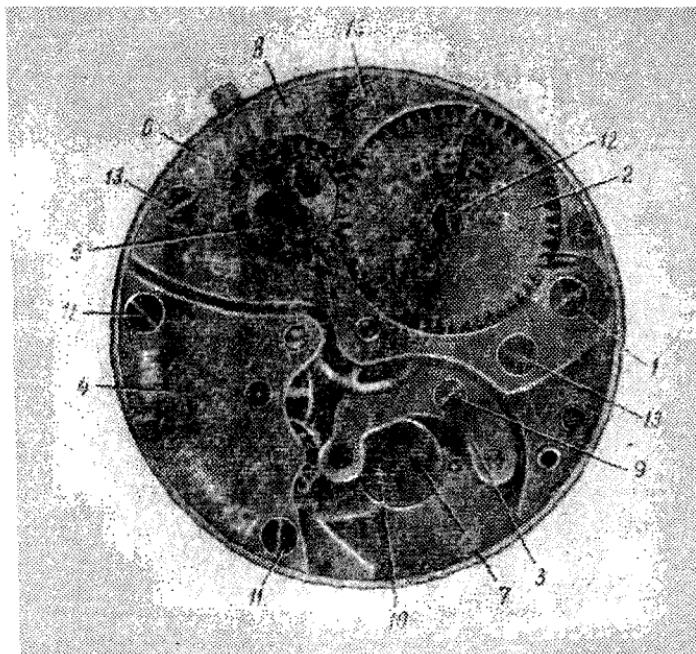

Рис. 72. Мостовая сторона механизма:
После съемки деталей с подциферблатной стороны механизма приступают к съемке деталей с мостовой (задней) стороны механизма: колесной передачи, узла спуска (узла хода) и барабана (рис. 72).
г) отвертывают винт 12 (см. рис. 72) на колесе барабана 2, снимают колесо и кладут вместе с винтом на клетку *н*;
**Сборка второго узла** (см. рис. 72). С разборкой карты поочередно берут следующие детали: барабан — с клетки  $\phi$ , кулачковую муфту — с клетки  $p$ , мост барабана — с клетки  $o$  и колесо барабана — с клетки  $n$ .
*Сборка третьего узла (узла хода) (см. рис. 72).* С разборной карты пинцетом берут анкерную вилку и мост. Смазывают пальцы небольшой дозой масла. Устанавливают вилку нижним концом оси в гнезда камня на платине, а верхним — в гнезда камня на мосту и закрепляют на механизме мост винтом. При этом еще раз проверяют, находится ли вилка своими цапфами в гнездах.